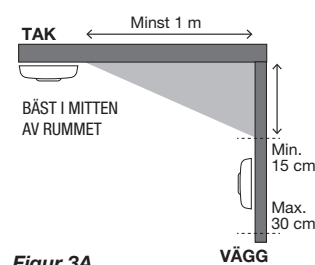

Figur 1. Enplans bostad
**Enplans bostad:** För att få ett minimiskydd, placera larmet i entréhallen mellan boendeytorna (inklusive köket) och sovutrymmena. Placera den så nära boendeytorna som möjligt och se till att larmet kan höras vid vistelse i sovrummen. Se figur 1 för exempel.